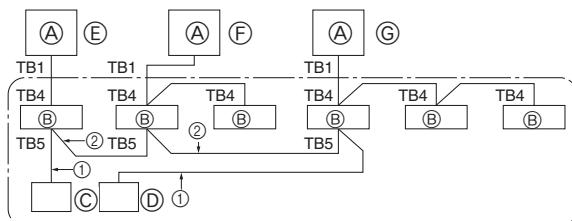

Fig. 9-1
① Koppla in spänningen (överspänningsskydd).
② När gasstoppventilen stängts, placera SWP-omkopplaren på utomhusenhetens kontrollkort i läge ON (till). Kompressorn (utomhusenheten) och fläktarna (inomhus- och utomhusenheterna) startar och återvinningen av köldmedel påbörjas. LED1 och LED2 på utomhusenhetens kontrollkort tänds.
③ Eftersom enheten stannar automatiskt inom två till tre minuter efter återvinningen av köldmedel (LED1 och LED2 tänds), stäng gasstoppventilen snabbt. När LED1 och LED2 tänds och utomhusenheten stannar, öppna stoppventilen för vätska helt, och upprepa sedan steg ② efter tre minuter.
④ Koppla ur spänningen (överspänningsskydd).
9. Systemkontrol (Fig. 9-1)